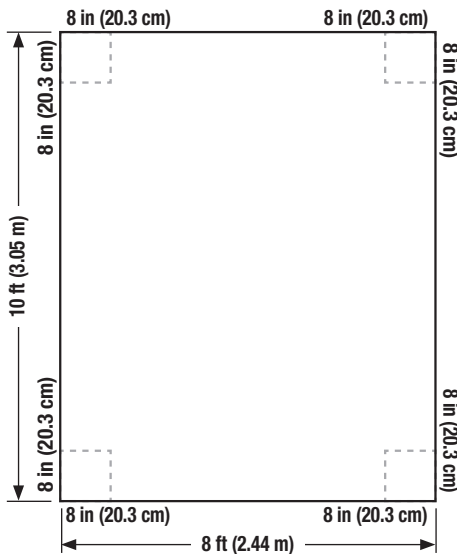

Imagen 31
- Coloque la base flotante de cimentación dentro de la ubicación del punto de entrada, a 8 × 8 in (20.3 × 20.3 cm) medidas desde el centro; *imagen 31*. Coloque el sistema de pedestales ensamblado en el centro de la base flotante de cimentación. Con un nivel colocado sobre el enganche superior de vigueta, gire el nivelador de pendiente hasta que el pedestal esté nivelado.